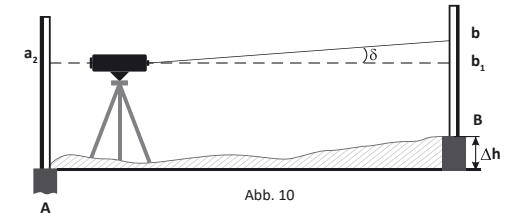

Abb. 10
b) Stellen Sie das Nivelliergerät nun um und positionieren Sie es 1-2m vom Punkt A entfernt (Abb.10). Lesen Sie nochmals die Höhe an Punkt B ( $b_2$ ) und A ( $a_2$ ) ab. Wenn  $|(a_2 - b_2) - (a_1 - b_1)| < 3\text{mm}$ , braucht das Nivelliergerät keine weitere Justierung.